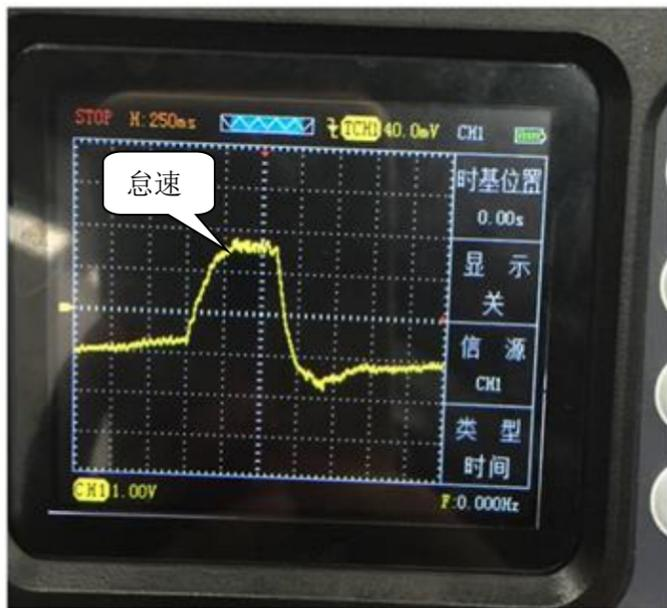

图9 进气歧管绝对压力传感器
- ①同曲轴、凸轮轴位置传感器步骤 1
- ②进入主菜单界面后选择“传感器”，然后进入子菜单按上下键选中“进气歧管绝对压力传感器”，按“OK”键确认后进入示波器操作界面
- ③将探头接到示波器 CH1 且探头调置 1X 档，然后接地夹接到信号地或搭铁
- ④由于示波器“进气歧管绝对压力传感器”功能已默认好设置（探头档 1X，时基档 500ms）只需将探头接到对应的信号即可直观的显示波形，如图 9（注：由于处于“SCAN”扫描模式需要耐心等待波形扫描出来）
⑤按下“CH1”，可以查看各项数值和配置